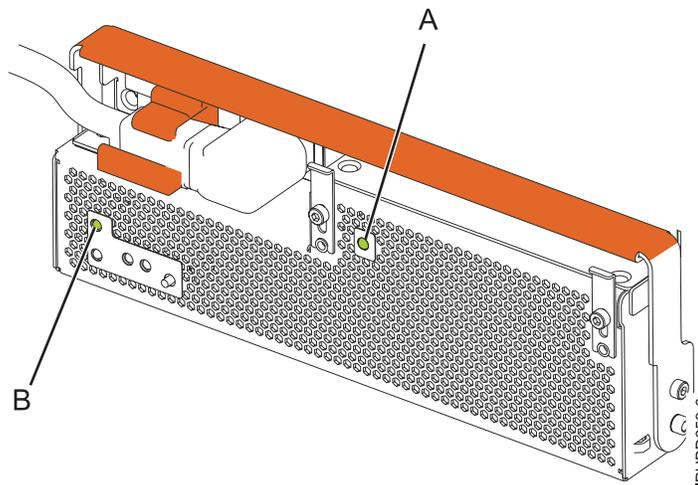

Figure 65. Voyants d'alimentation de l'OCA et de courant alternatif de l'unité d'extension
9. Examinez les voyants relatifs à l'état du courant alternatif **(A)** et à l'alimentation de l'OCA (offline converter assembly) **(B)**, comme indiqué à la figure 65, et effectuez l'une des opérations suivantes, selon le cas :